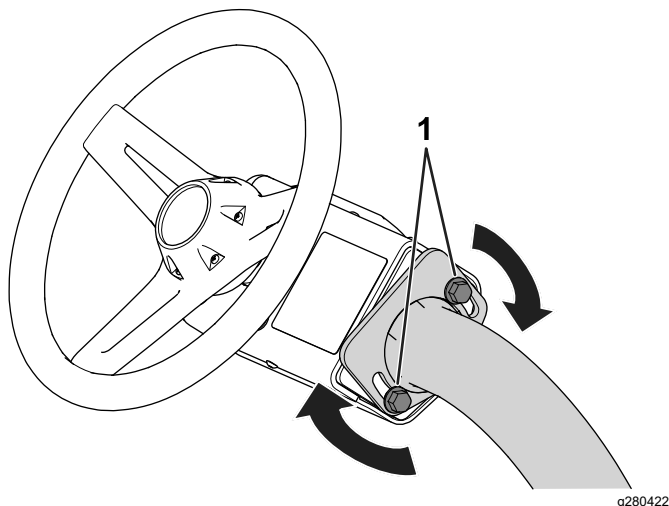

Figura 26
1. Allentate i bulloni (Figura 26) che fissano il gruppo del volante al braccio di sterzo.
3. Serrate i bulloni (Figura 26) per fissare il gruppo del volante nella posizione regolata.